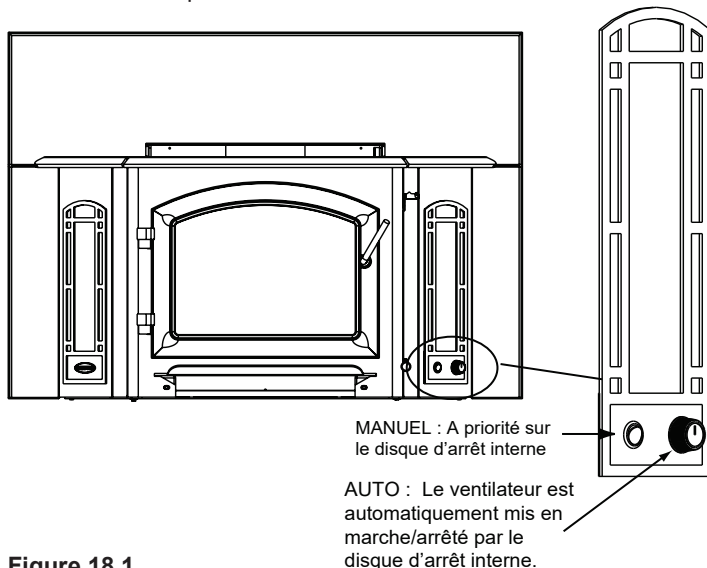

Figure 18.1
1. Le ventilateur s'enclenche et s'arrête automatiquement lorsqu'il est réglé sur la position automatique (**Figure 18.1**).